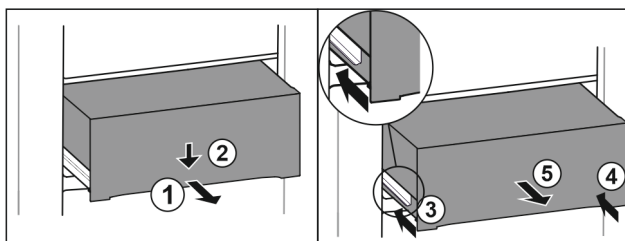

Fig. 221
- ▶ Витягніть ящик на половину. Fig. 221 (1)
- ▶ Спрямуйте висувний ящик вниз спереду. Fig. 221 (2)
- ▶ Вставте ліву рейку приблизно на 2 см. Fig. 221 (3)
- ▶ Вставте праву рейку приблизно на 2 см. Fig. 221 (4)
- ▶ Вийняти висувний ящик рухом вперед. Fig. 221 (5)